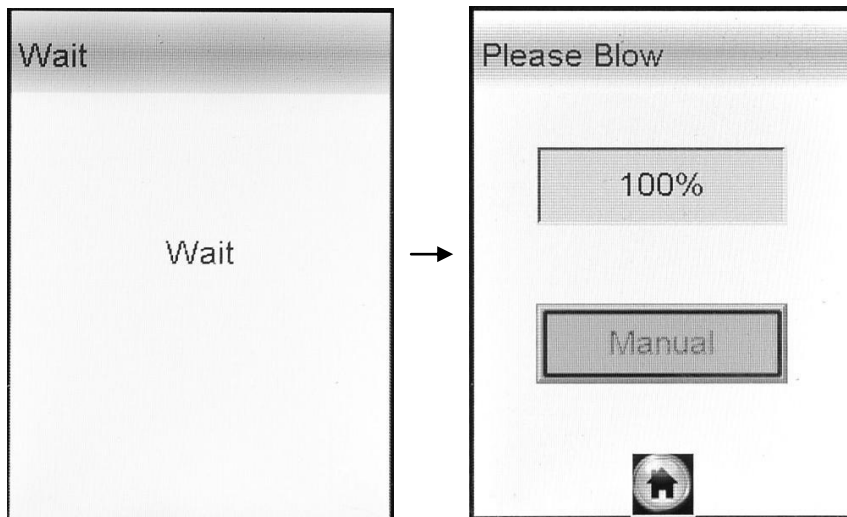

Рисунок 18 – Переход в режим скрининга
2.10.2 Выберите режим скрининга, переместив курсор с помощью кнопки **A** или **B** на соответствующую иконку и утвердив выбор кратковременным нажатием на кнопку вкл/выкл. Анализатор начнет процедуру подготовки к измерению, на дисплее последовательно появятся окна «**Wait**» и «**Please Blow**» (рисунок 18).